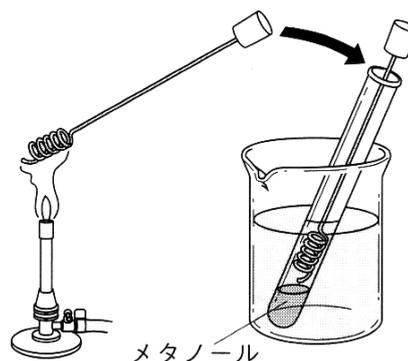

図 3 操作 5, 6
6. 銅線を試験管 A に入れ、メタノールの液面に近づける。銅線の色が元に戻ったら銅線を試験管の上に出す。すると銅線は再び黒くなる。これを何回か繰り返す(図 3)。